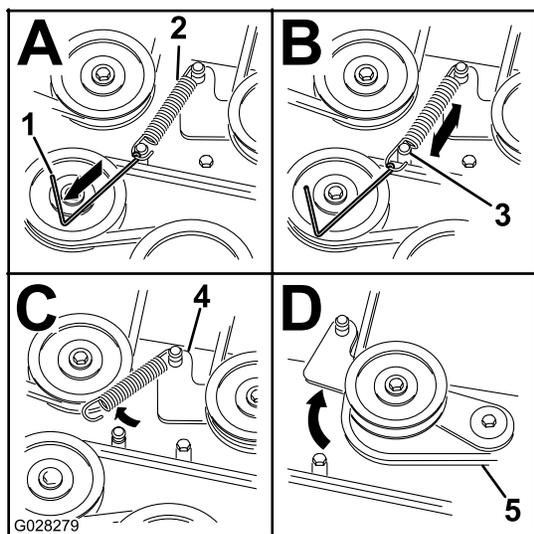

Figure 75
- À l'aide d'un outil de dépose de ressort (réf. Toro 92-5771), décrochez le ressort de l'ergot sur le plateau pour éliminer la tension sur la poulie de tension (Figure 75).
11. Acheminez la courroie neuve autour des poulies du plateau de coupe et de la poulie d'embrayage, sous le moteur (Figure 75).
12. À l'aide d'un outil de dépose de ressort (réf. Toro 92-5771), accrochez le ressort à l'ergot sur le plateau pour tendre la poulie de tension et la courroie de plateau de coupe (Figure 75).